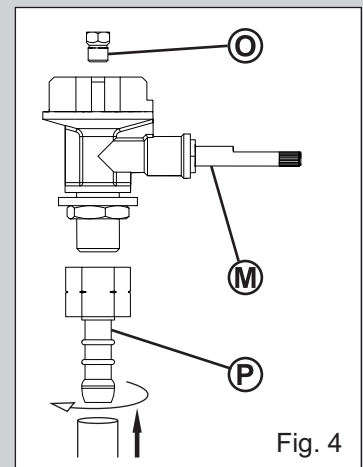

Fig. 4
Schroef een gasslang, met op beide uiteinden de juiste fittingen met schroefdraad, op de linkse 1/4" BSP schroefdraad van de regelkraan (O) (Fig.4). Sluit een geschikte 50 mbar lagedruk gasregelaar aan op het andere uiteinde van de gasslang. De gasslang die wordt gebruikt moet voldoen aan de norm DIN 4815 deel 2 of gelijkwaardig.